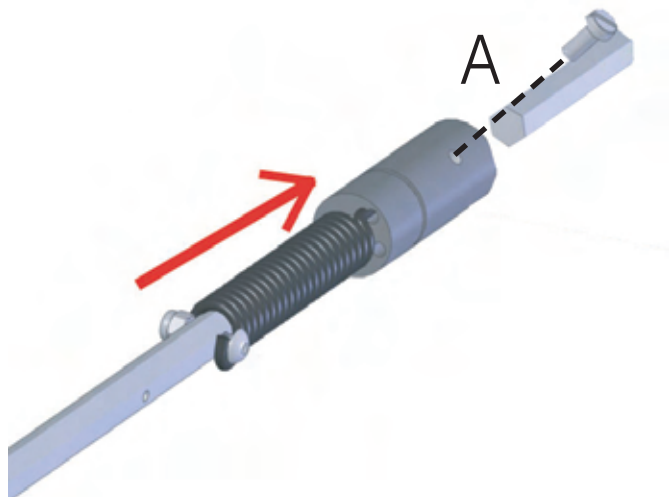

Fig. 14
- 3) Inserire l'asse nel telaio motore e serrare fortemente la vite A. (Fig. 14)